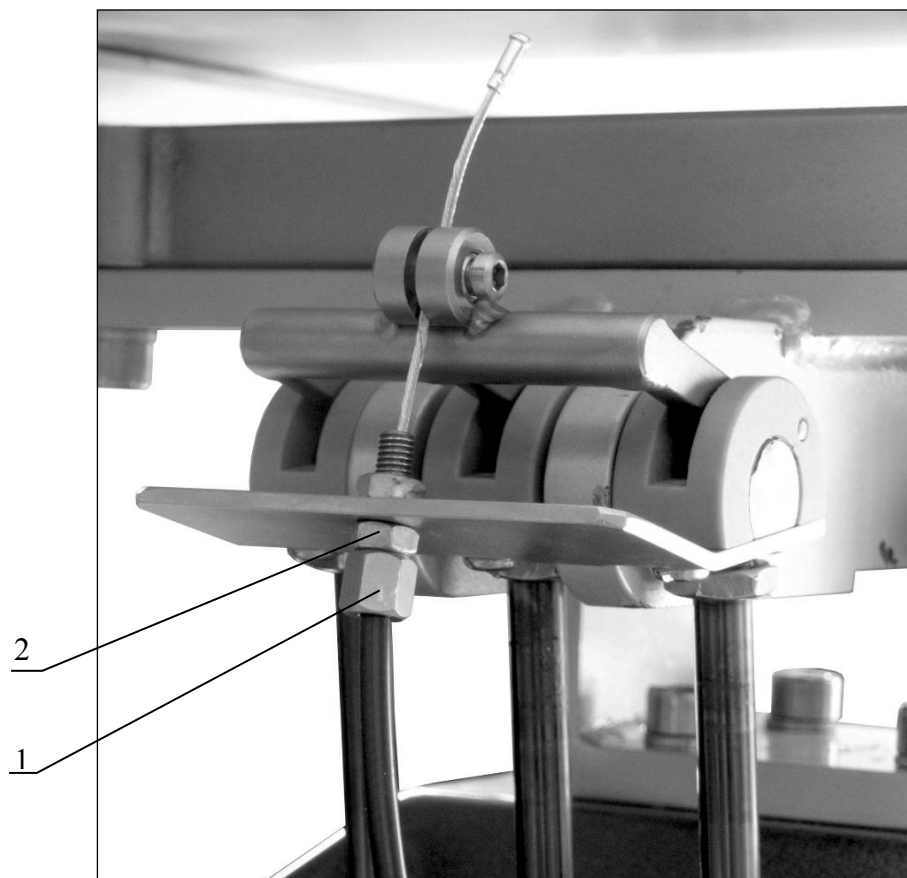
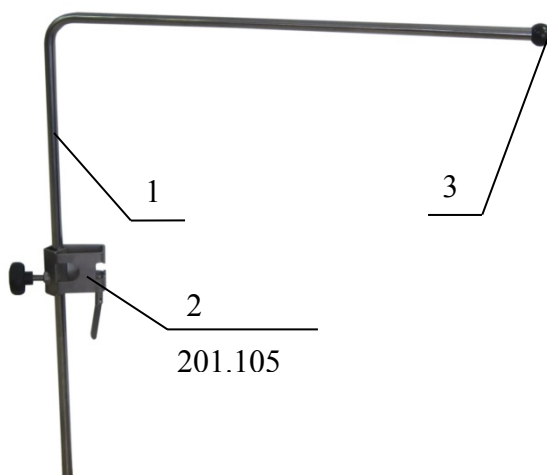

Рисунок 43.
Рисунок 1. Экран наркозный.
12.11 Регулировка натяжения тросика механизма поворота панели (Рисунок 43). Если при нажатии на рукоятку 14 (Рисунок 1) панель стола не наклоняется, необходимо выкрутить на 1-2 оборота винт (Рисунок 44) и законтрить его гайкой (Рисунок 45). Если панель стола самопроизвольно наклоняется при отпущенной рукоятке 14 (Рисунок 1), необходимо вкрутить на 1-2 оборота винт (Рисунок 44) и законтрить его гайкой (Рисунок 45).
1. Экран наркозный (экран для анестезии) (Рисунок 1). Изготовлен из нержавеющей стали, регулируется по высоте. Для крепления на направляющих рейках стола укомплектован радиальным зажимом 201.105.